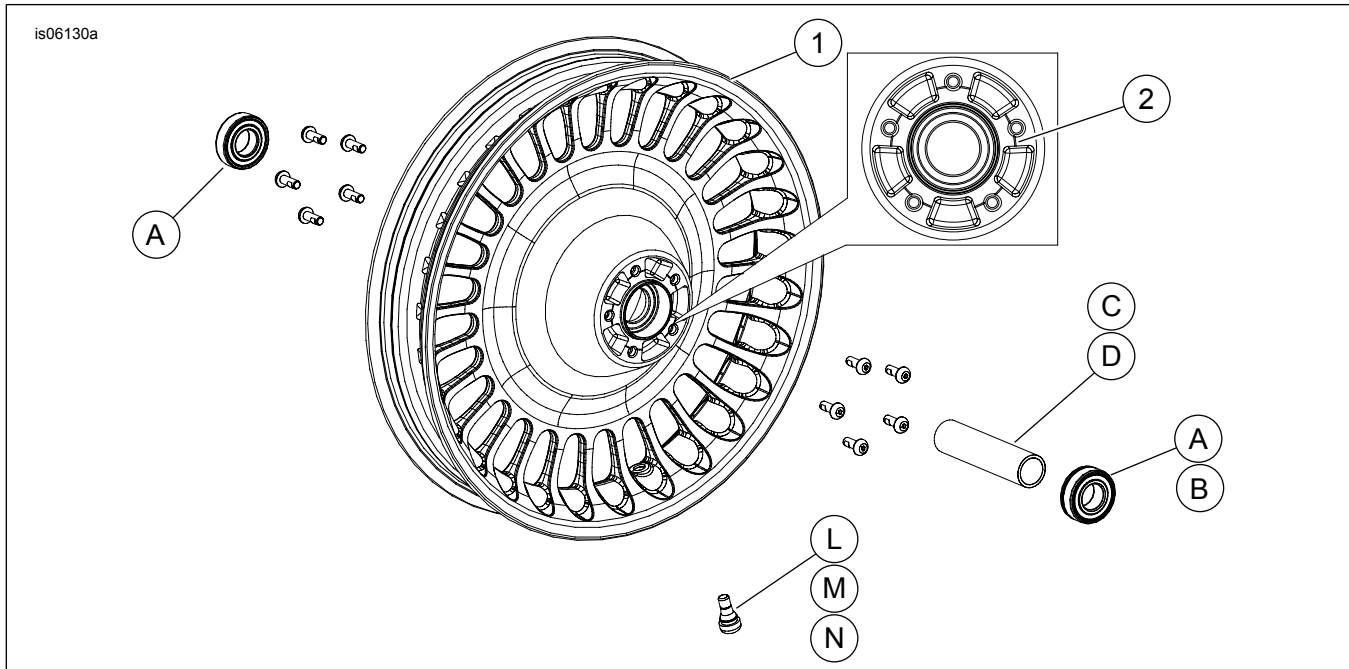

Abbildung 1. Ersatzteile: 28-Speichen-Vorderrad (17-Zoll-Rad abgebildet)
Siehe Abbildung 1 und Ersatzteile-Tabelle.
2. Siehe Abbildung 1. Die Ventilschaft-Baugruppe (N) am Rad anbringen. Siehe das Werkstatthandbuch.